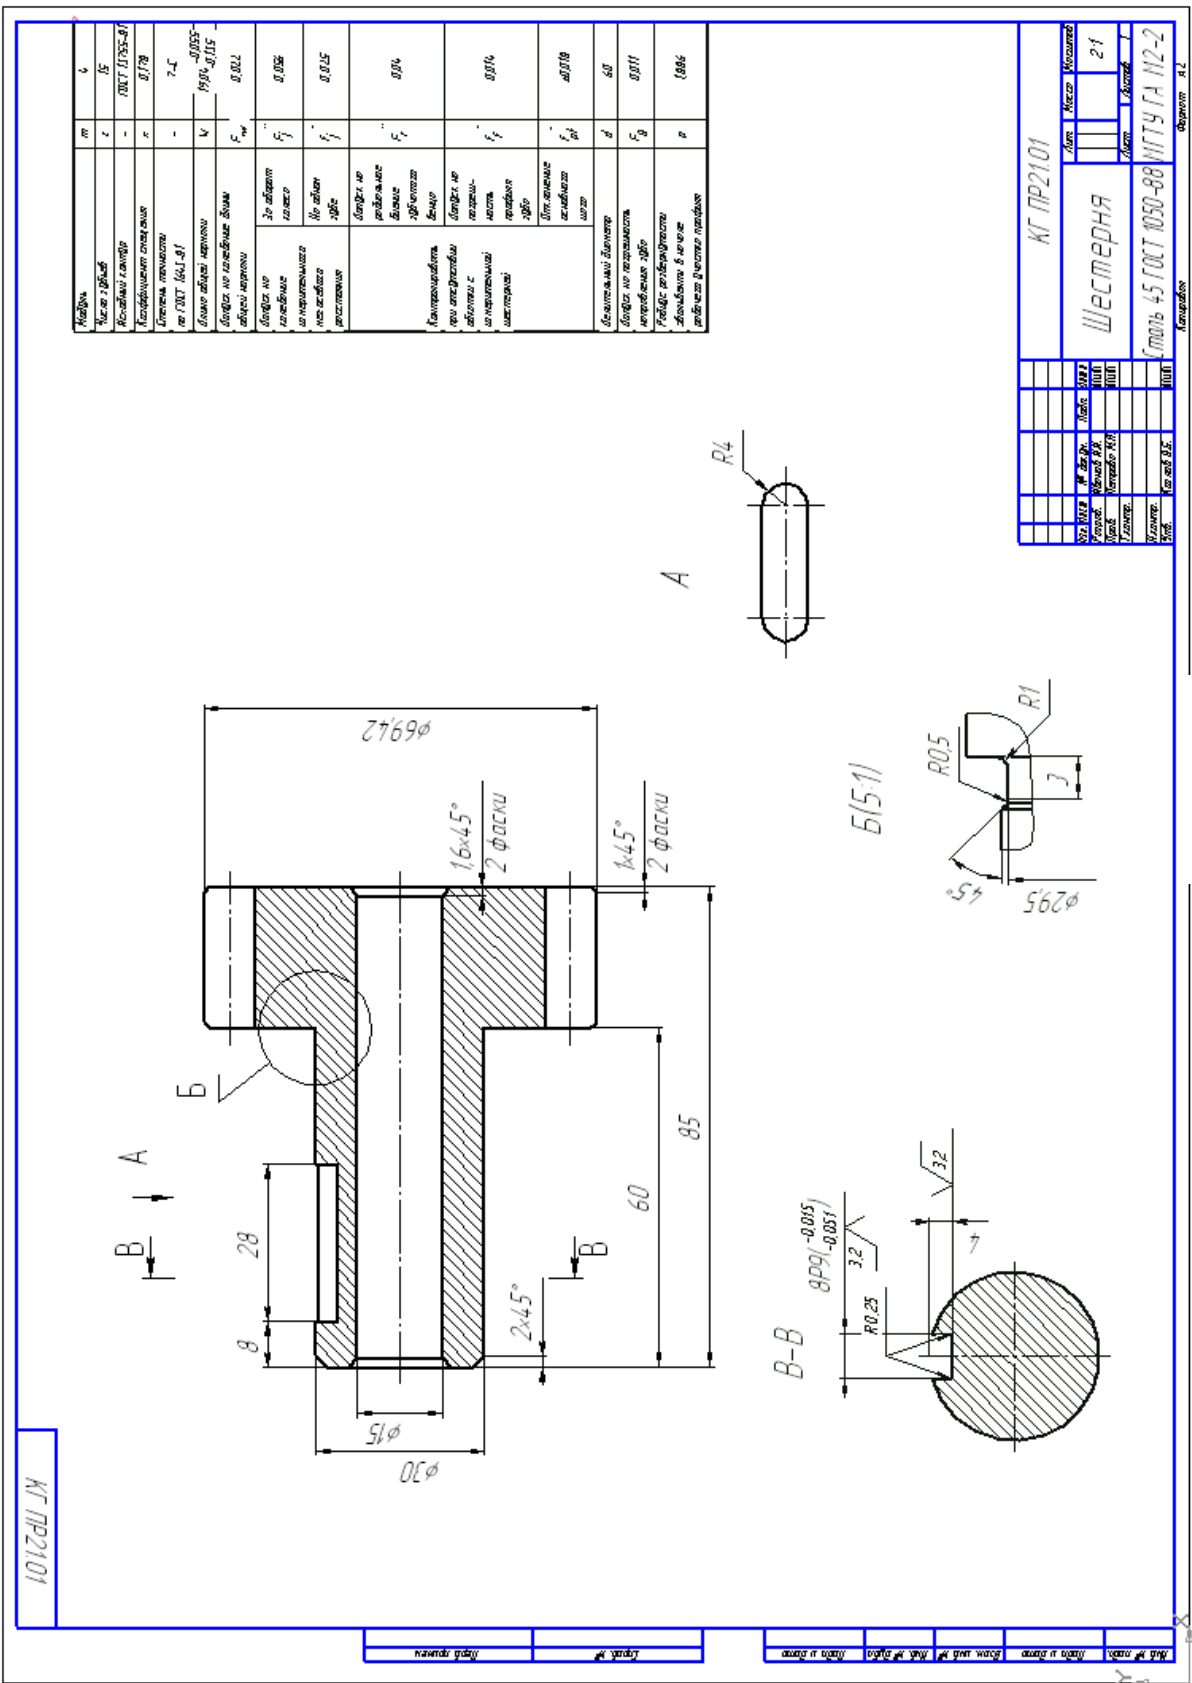

Рис. 67
Задание. Выполните чертеж детали, рис. 67, и ее пространственную модель. Формат А2, масштаб М2:1.
5. Выполните компоновку чертежа. Нажмите кнопку **Показать все**, последовательно выделяйте виды командой **Выделить - Выделить вид выбором** и командой **Сдвиг** на панели **Редактирование** размещайте виды на формате согласно рис. 67. Таблица согласно ГОСТ 2.403-75 располагается в верхнем правом углу формата на расстоянии 20 мм от внутренней рамки. Поэтому для ее точного расположения сначала установите **Вид 0**, выделите вид, содержащий таблицу, и активизируйте команду **Сдвиг**. Базовой
6. Для выполнения вида **A** подключите **Прикладную библиотеку КОМПАС**, находящуюся в разделе **Прочие**. Выберите **Паз, вид сверху** в разделе **Геометрические фигуры** и установите необходимые параметры, рис. 67.